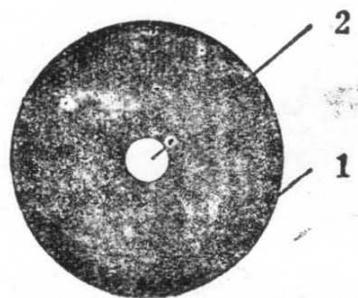

图7 阀皮
(3) 阀皮：阀皮如图7所示。阀皮的直径应和机筒的内径同样大，不能大于或小于机筒内径0.5毫米。